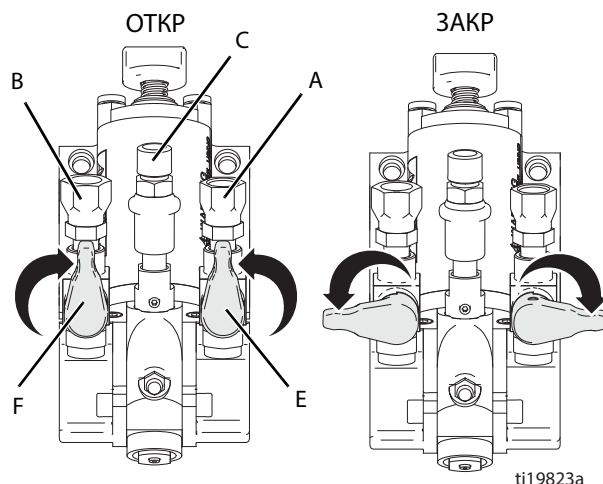

Рис. 3: Клапаны подачи материала
2. Закройте оба клапана подачи материала (E, F), переведя их в положение «закрыто». См. Рис. 3.